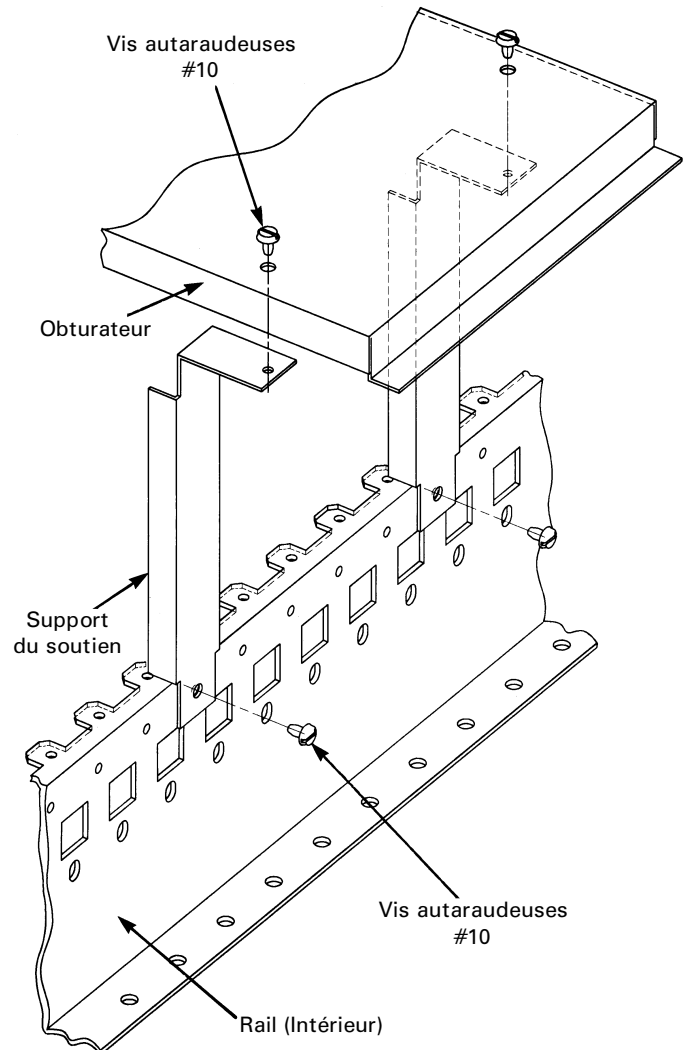

Figure 1. Pour installer les obturbateurs de type APP.
1. Attacher les soutiens de supports à chaque rail extérieur de l'intérieur avec les vis autotaraudeuses #10 fournies. Serrer les vis à 25–30 po-lb. Voir Figure 1.